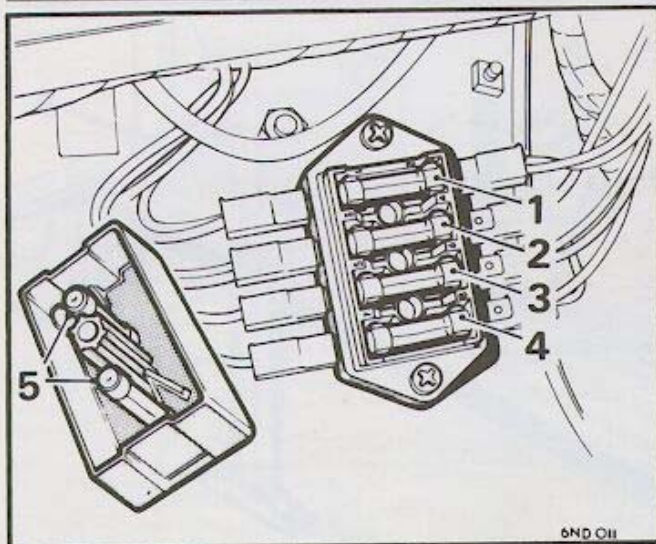

Fig. 1
- La scatola portafusibili (Fig. 1) è sita accanto al centro del vano motore. Per accedere ai fusibili, togliere il coperchietto.